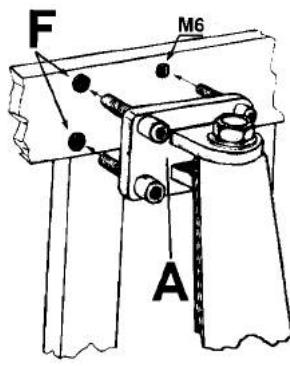

рис. 16
- Предварительно закрепите (шпильками) крепеж «А» (рис. 16) к створке и вручную откройте створку. Убедитесь, что ручка двигателя никуда не давит по всей длине хода.
- Затяните крепления «А» на створке (рис. 16) в 4-х отверстиях "F" в выбранном направлении.